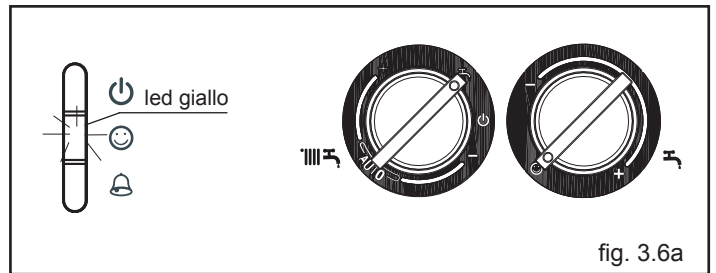

fig. 3.6a
Preriscaldamento (acqua calda più veloce): ruotando la manopola di regolazione temperatura acqua sanitaria (4 - fig. 2.1a) sul simbolo "☺" (fig. 3.6a) e successivamente riposizionandola all'interno dell'area contraddistinta con + e - (min. 37 °C - max 60 °C), si attiva la funzione preriscaldamento.
Quando la funzione preriscaldamento è abilitata il led giallo (2), in corrispondenza del simbolo "☺", è acceso (fig. 3.6a).